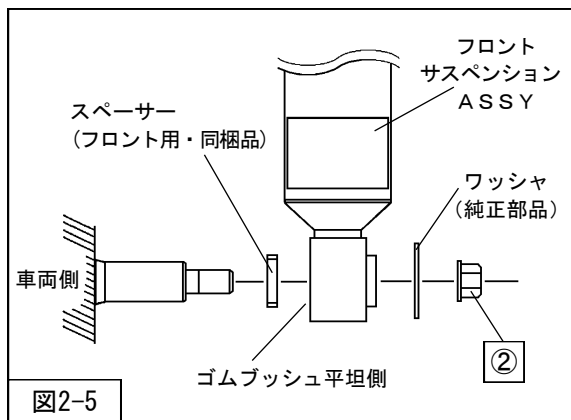
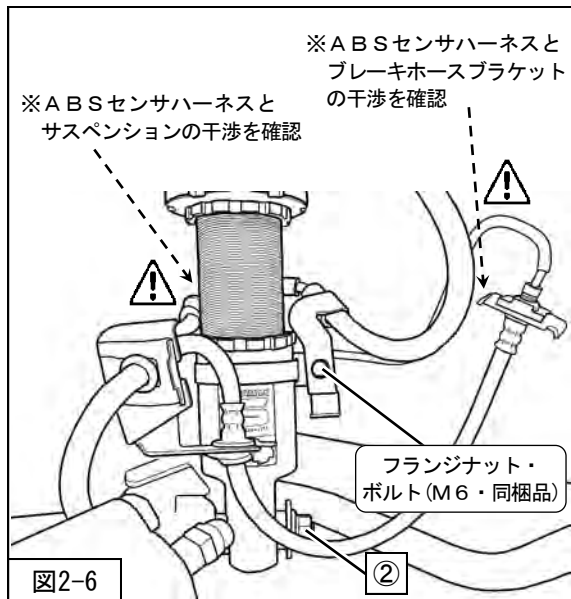

図2-5
図2-6
5. フロントサスペンションASSYロア取付け部の車両側のシャフトにスペーサー (同梱品) を取付けてください。(図2-5)
②フロントサスペンションASSYロア取付ナット
を取付けてください。(図2-5・図2-6)
(図2-6)